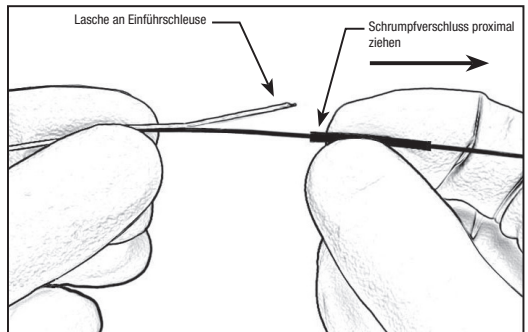

Abbildung 3 – Schrumpfverschluss proximal ziehen
15. Das Produkt knapp distal zum Schrumpfverschluss halten und den Schrumpfverschluss nach proximal ziehen, um die Lasche der Einführschleife freizulegen. Siehe Abbildung 3.